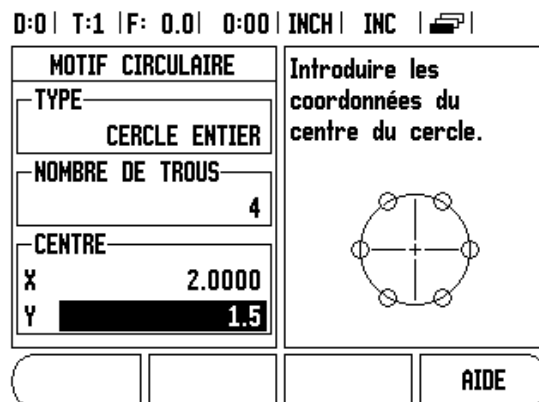
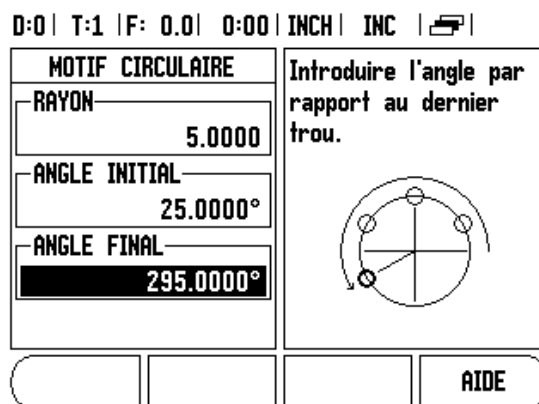

fig. I.18 Premier écran du masque MOTIF CIRCULAIRE
fig. I.19 Deuxième écran du masque MOTIF CIRCULAIRE
**Cf. fig. I.18 & fig. I.19.**